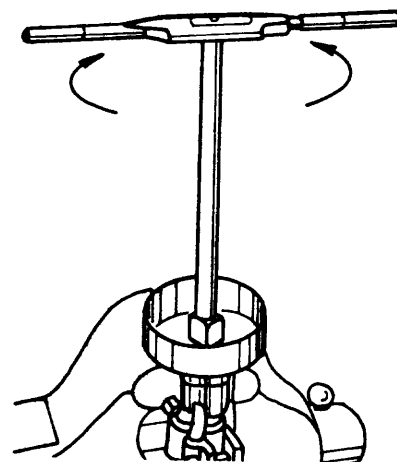

Fig. 5
- c Escarfe los bujes, si es necesario (fig. 5).